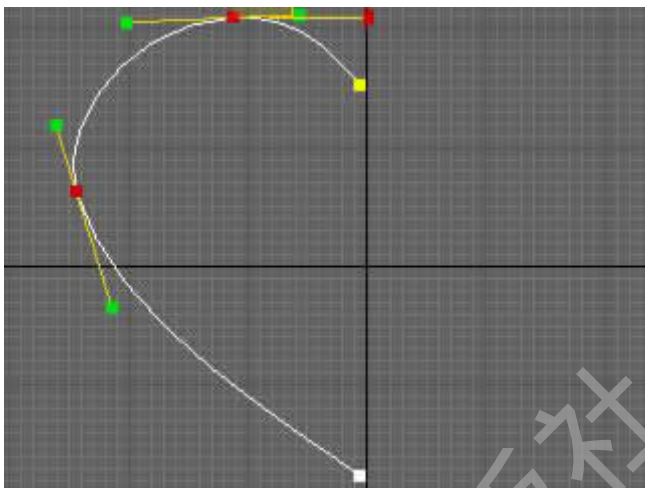

图 2-36 修改顶点类型
Step 2. 进入顶点的级别,选中两个拐角出的顶点,右键在弹出的对话框中选择 Bezier 类型,通过调节 Bezier 滑竿实现平滑的效果,如图 2-36 示。